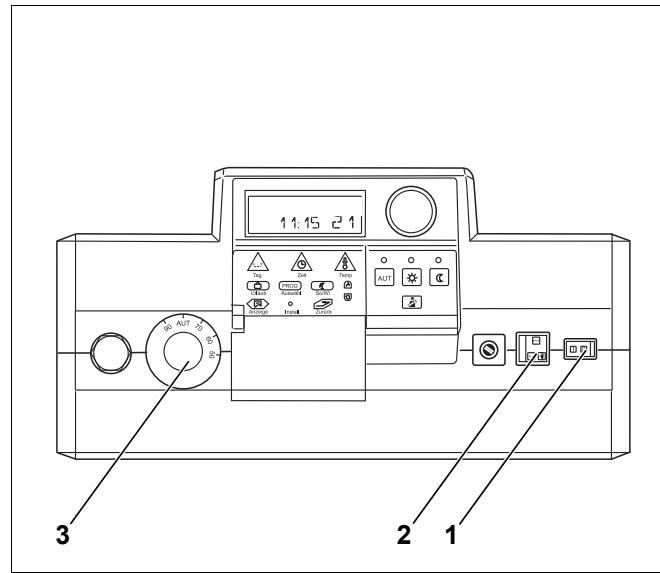
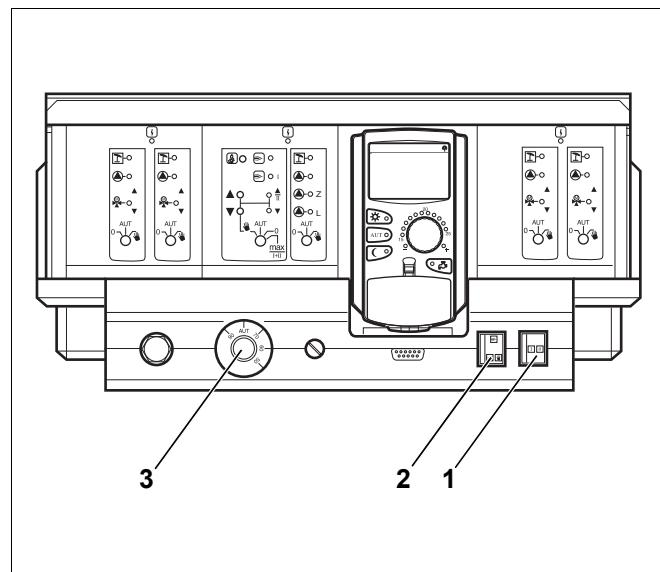
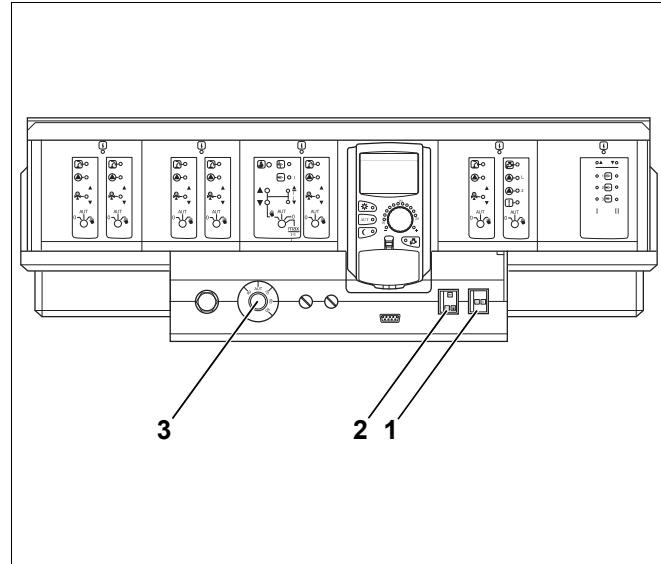

Рис. 1 Система управления Logamatic 2107
Рис. 2 Система управления Logamatic 4211
Рис. 4 Система управления Logamatic 4311
- Переведите пусковой выключатель (рис. 1, **поз. 1**) и (рис. 2, **поз. 1**) и (рис. 4, **поз. 1**) в положение "I" (ВКЛ).
- Установите переключатель аварийного режима, отопления и горячего водоснабжения (рис. 1, **поз. 2**) и (рис. 2, **поз. 2**) и (рис. 4, **поз. 2**) на "AUT".
В системах управления Logamatic регулятор температуры котловой воды (рис. 1, **поз. 3**) и (рис. 2, **поз. 3**) и (рис. 4, **поз. 3**) установлен на заводе в положение "AUT".
- Переведите пусковой выключатель (рис. 1, **поз. 1**) и (рис. 2, **поз. 1**) и (рис. 4, **поз. 1**) в положение "0" (ВЫКЛ.).